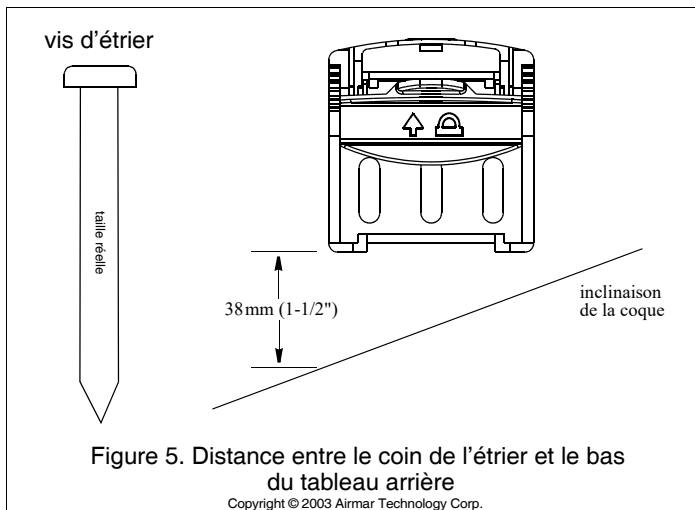

Figure 5. Distance entre le coin de l'étrier et le bas du tableau arrière
1. Enduisez de mastic d'étanchéité marine les filetages des trois vis autotaraudeuses n°10 x 45 mm pour éviter toute absorption d'eau dans le tableau arrière (Figure 5). Vissez l'étrier (et la cale si nécessaire) contre le tableau arrière. *Ne serrez pas les vis à ce stade.*